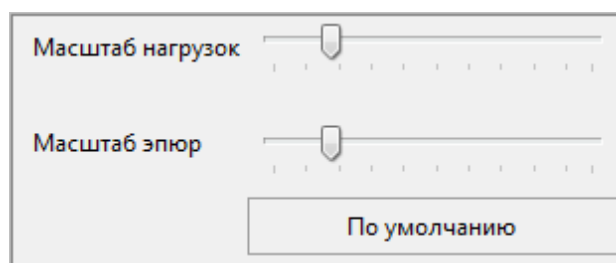

Рис. 2.2. Масштаб эпюр/нагрузок
- **Масштаб эпюр/нагрузок** — содержит настройки коэффициента масштабирования для визуализации нагрузок и эпюр усилий (рис. 2.2).